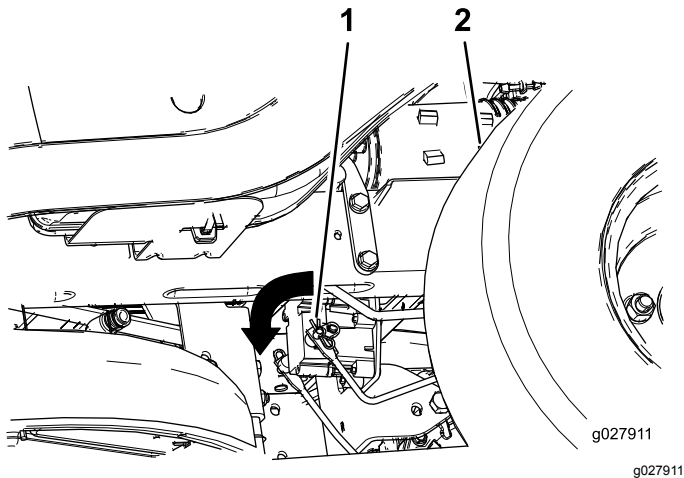

Figure 57
3. Localisez l'arbre sur le frein électrique au point de connexion des bras de liaison (Figure 57).